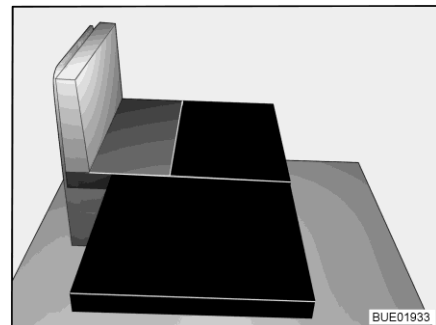

Fig. 60 Dopo la trasformazione
- Adagiare il cuscino aggiuntivo grande sul rivestimento del cuscino (vedere Fig. 60).